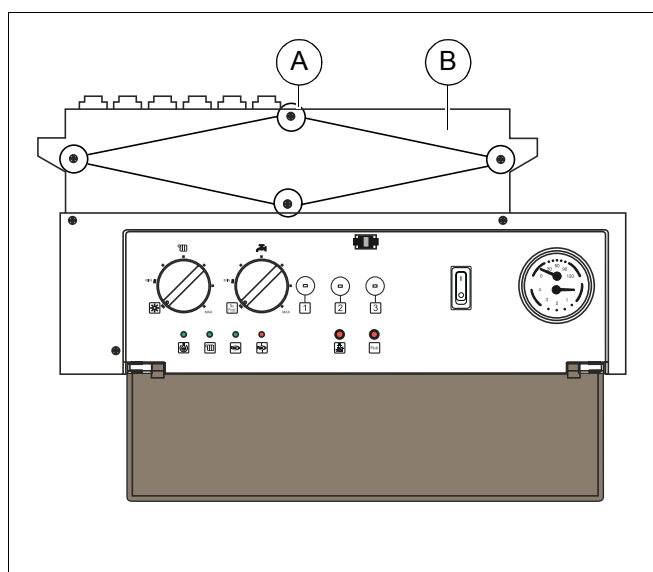

Рис. 33 Открыть доступ к подключениям
- Для доступа к подключениям открутить четыре винта (рис. 33, поз. А) и снять крышку (рис. 33, поз. В).